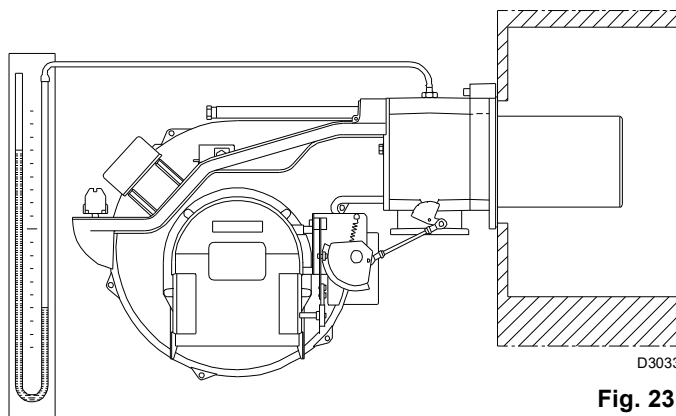

Fig. 23
- Montare un manometro a U (Fig. 23) sulla presa di pressione del gas del manicotto.
A titolo orientativo può essere ricavata dalle tabelle di pag. 20, basta leggere la pressione del gas sul manometro a U, vedi Fig. 23 a pag. 24, e seguire le indicazioni date a pag. 20.